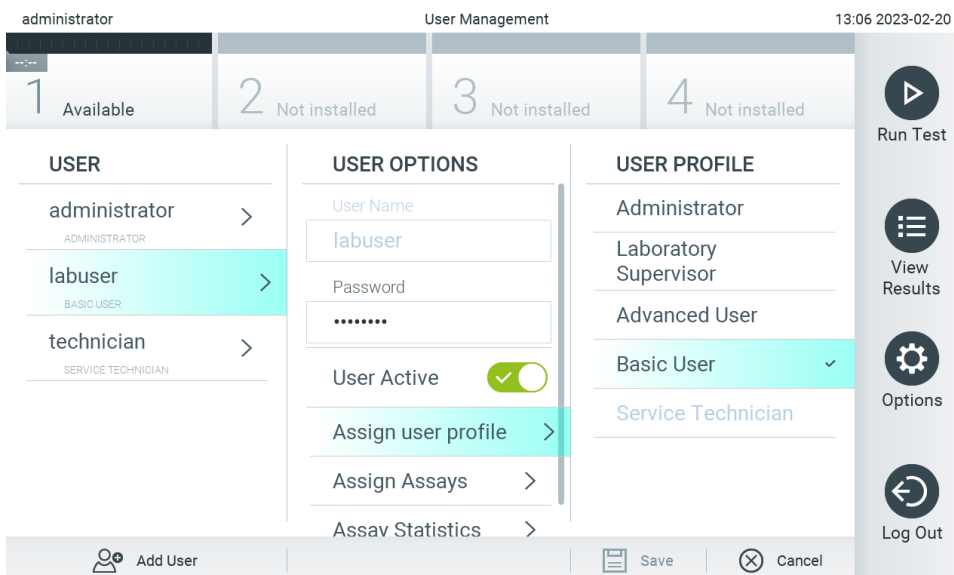

Figura 52. Alocarea profilurilor de utilizator utilizatorilor.
- **Assign User Profile** (Alocare profil de utilizator): Permite alocarea unui alt profil de utilizator utilizatorului respectiv (de exemplu, Administrator (Administratorul), Laboratory Supervisor (Supraveghetor de laborator), Advanced User (Utilizator avansat), Basic User (Utilizator de bază)). Selectați profilul de utilizator corespunzător din lista din dreapta zonei de conținut (Figura 52).